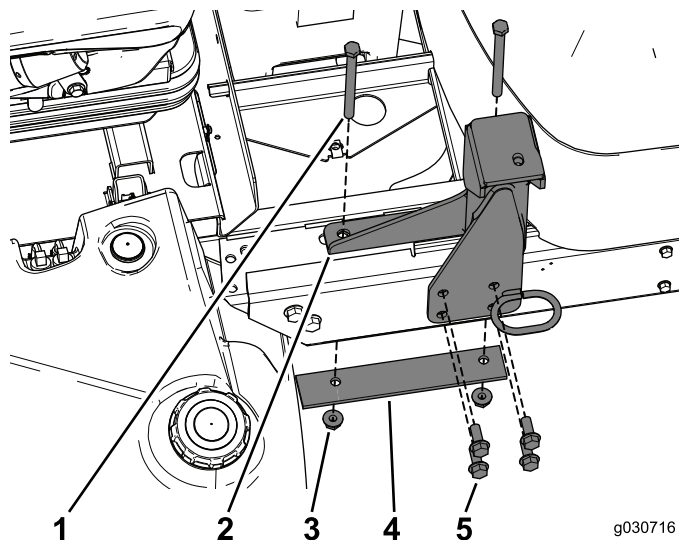

Figura 19
1. utilizzate la bulloneria che avete rimosso con il ROPS per fissare il supporto posteriore al telaio (Figura 19).